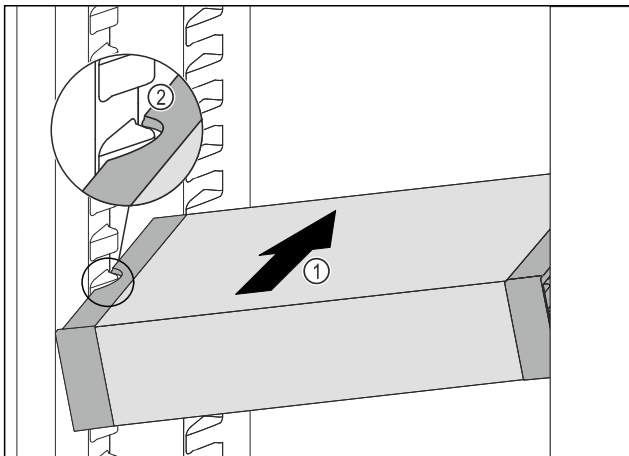

Fig. 112
- ▶ Inserire VarioSafe ad angolo nel vano frigorifero Fig. 112 (1), fino a quando le cavità laterali Fig. 112 (2) di VarioSafe non si trovano al livello della nervatura del contenitore nel vano frigorifero.